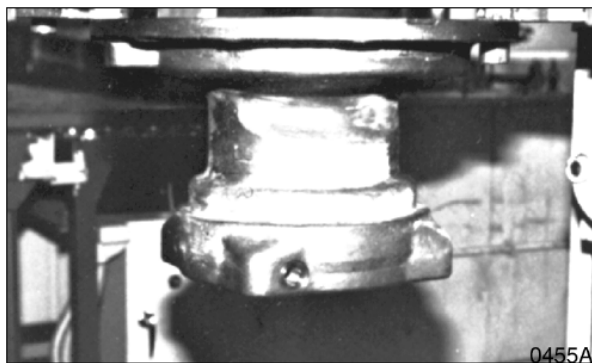

Рис. 26
1. Положить мотор лицом вниз (рис. 26).